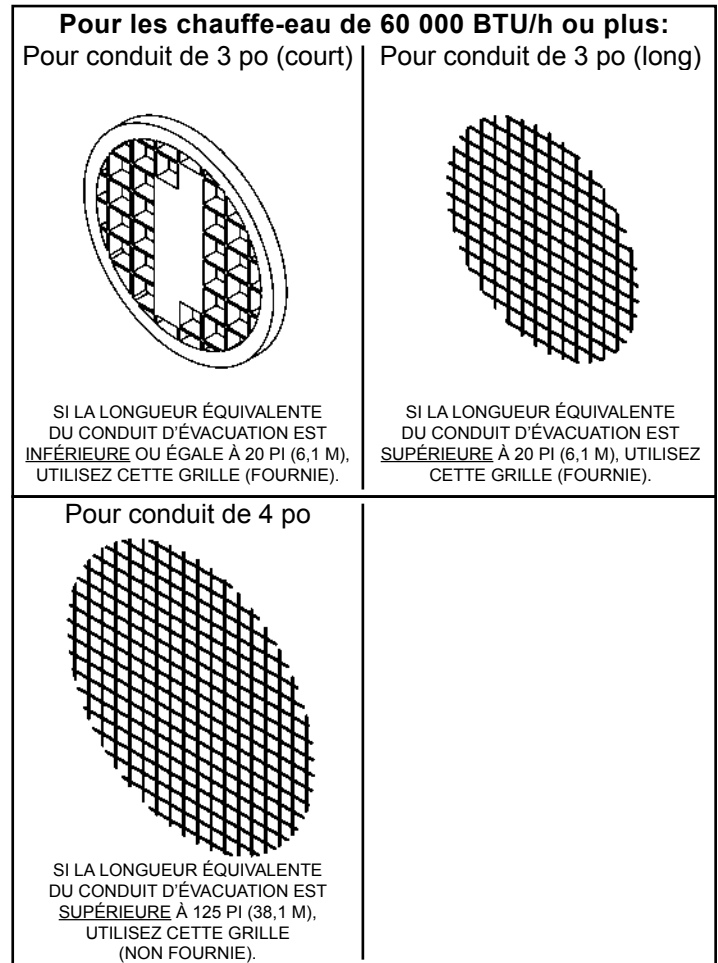

Figure 15
- Les chauffe-eau de 50 et 75 gallons d'une puissance de 60k BTU/h ou plus sont fournis avec un coude de terminaison de 3 po (76 mm) et une grille anti-vermine en plastique (Figure 15).
- Pour les chauffe-eau de 60 000 BTU/h ou plus, reportez-vous à la Figure 15.